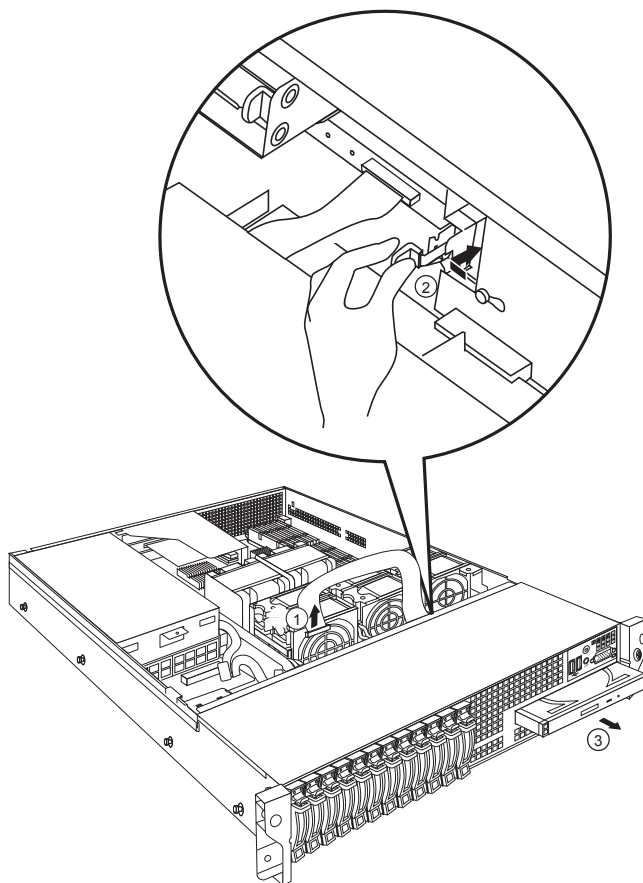
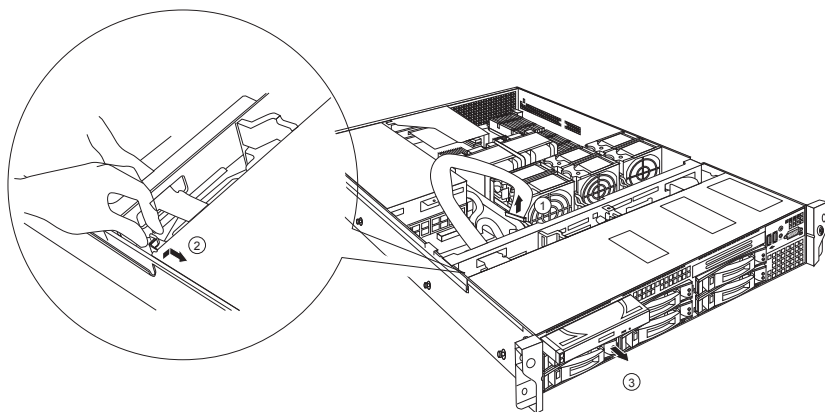

图 13 R525_35 服务器 光驱拆装示意图
图 14 R525_25 服务器 光驱拆装示意图
2. 如图 13 和图 14 中①所示，拔掉中板上光驱线端子上的光驱数据线。
3. 如图 13 和图 14 中②所示，往里扳光驱支架锁扣，同时往前推光驱支架。